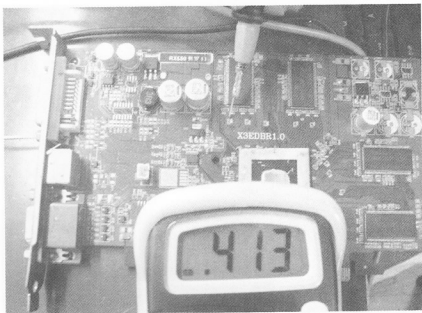

图 5-90 值 413 正常
(7) 打这两个控制线的值，左边电阻靠近显存一端值为 413，如图 5-90 所示。